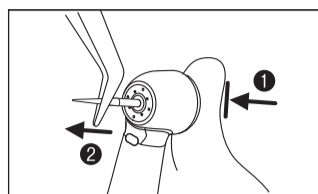

図8
プッシュボタンを押し、チャックを開き (①)、バーを取り外します (②) (図8)。